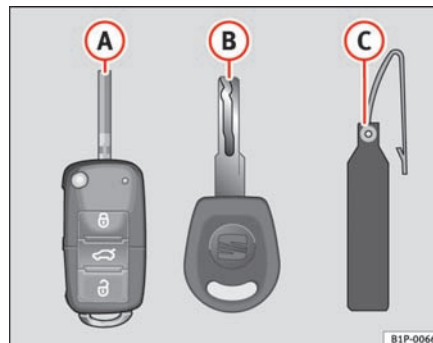

Fig. 63 Nøglesæt
- en nøgle med fjernbetjening ⇒ fig. 63 **A** (nøglen kan klappes ud)*
Det er ikke muligt at få lavet ekstranøgler uden nøglenummeret på nøglevedhængen ⇒ fig. 63 **B**. Derfor skal du være opmærksom på følgende:
- Brug begge nøgler, der hører til bilen ⇒ side 96, fig. 63, nøglen med fjernbetjening  og den normale nøgle .